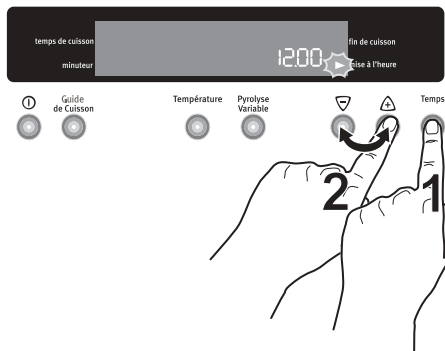

Fig. 6
1. Appuyez sur la touche **"Temps"** jusqu'à ce que le voyant de **"mise à l'heure"** clignote. Réglez l'heure à l'aide des touches  or  (Fig. 6). Le voyant de **"mise à l'heure"** ► disparaît 5 secondes après l'affichage de l'heure exacte.